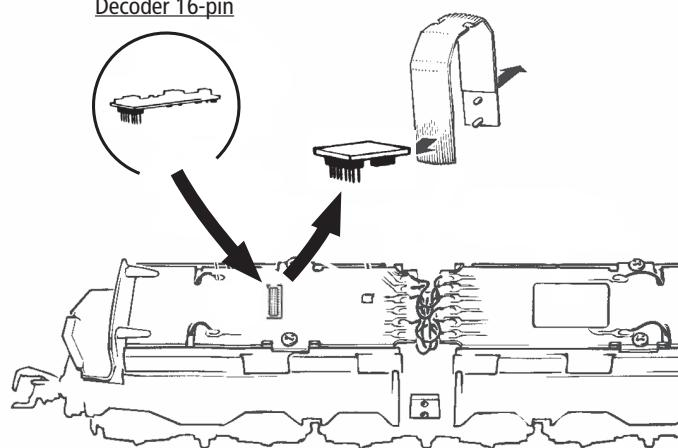

Fig. 5
siehe Fig. 5
**A.C. operation:** see fig. 5
voir fig. 5